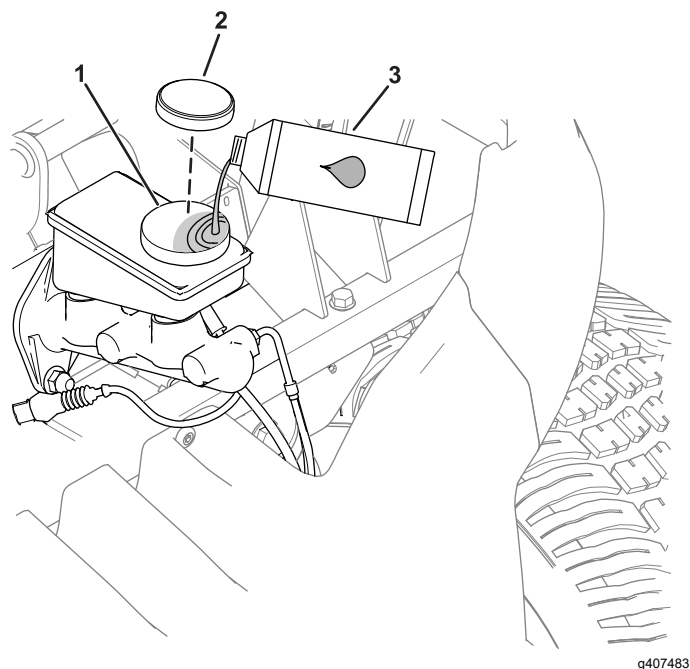

Figura 44
1. Remova novamente o capot para aceder ao cilindro principal do travão e reservatório (Figura 44).
- A. Limpe a zona em redor da tampa do reservatório e retire-a (Figura 44).
C. Coloque a tampa do reservatório (Figura 44).